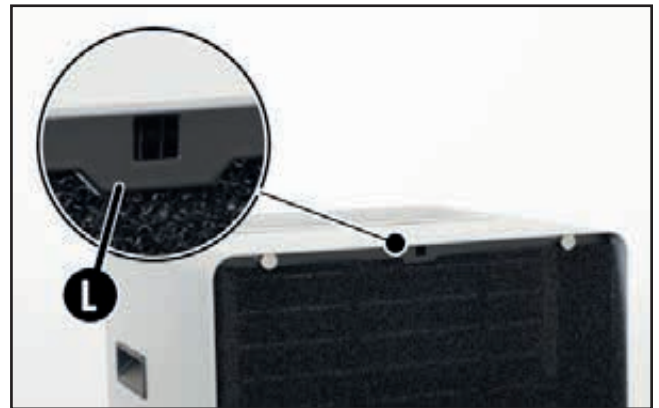

Fig.7 - Positionnement du filtre à air sur la grille avant.
Posez le filtre sur le support inox et fixer la partie supérieure de l'ailette (L) centrale de la grille arrière (Fig.7) : puis fermez la porte.